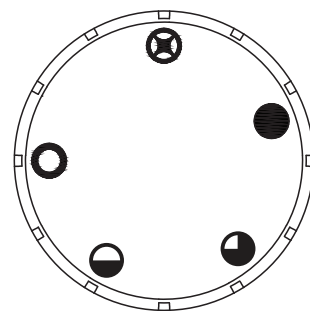

Fig. 22a
3. Presione la perilla de control suavemente y gírela ↷ hacia la derecha a la posición "OFF" ○ (Ver Fig. 22a)